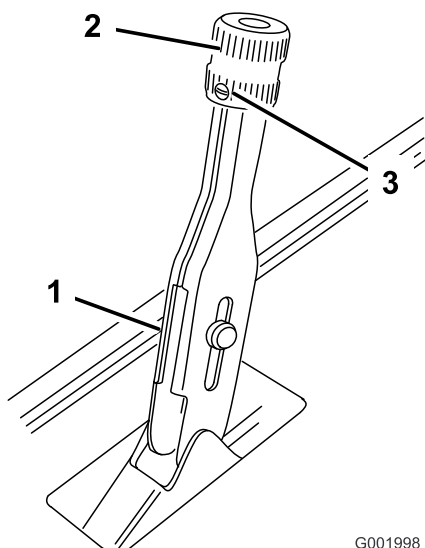

図 60
1. ブレーキレバーに調整ノブを固定している固定ネジをゆるめる (図 60)。